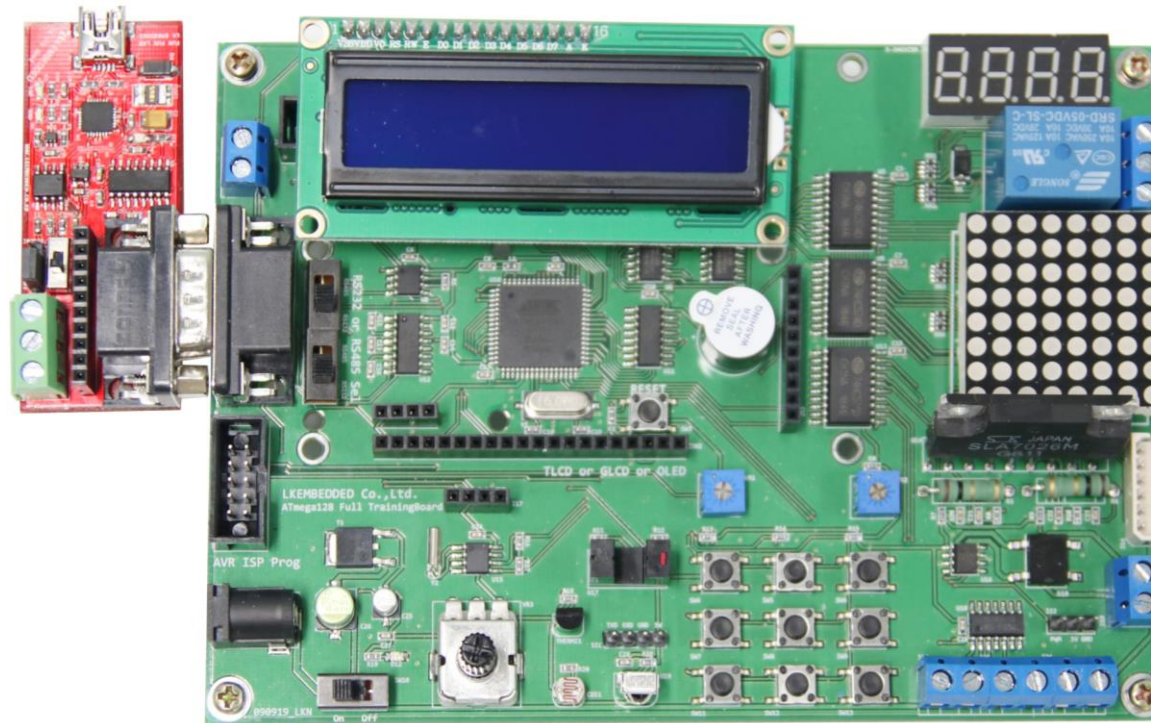

Figure 14. USB to 시리얼 컨버터와 ATmega128 이벨류에이션 보드를 연결한 사진
- Figure 14처럼 USB to 시리얼 컨버터와 본사의 ATmega128 이벨류에이션(Evaluation) 보드를 연결한 사진이다.